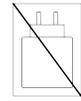

Figura 1
- 2 Conecte el otro extremo del cable USB en un puerto USB de la computadora o en una toma de pared USB-C de 5 V (no incluida, consulte Figura 1).